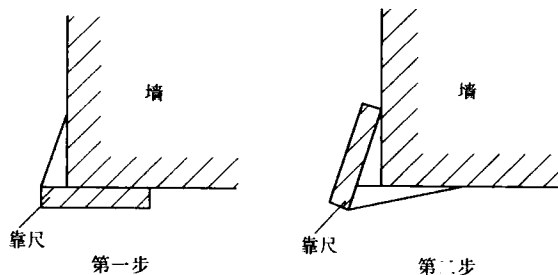

图 1-3 水泥砂浆明护角做法示意图
6)对于特殊用途房间的墙(柱)阳角部位,其护角可按设计要求在抹灰层中埋设金属护角线。高级抹灰的阳角处理亦可在抹灰面层镶贴硬质PVC特制装饰护角条,如图1-3所示。